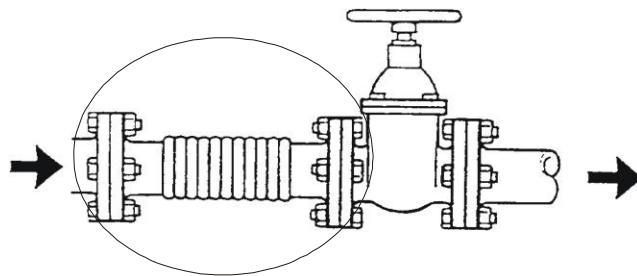

Рисунок 11 – Подключение к магистральному трубопроводу
2.3.4 Для того, чтобы исключить передачу вибрации в распределительную магистраль сжатого воздуха, установку необходимо присоединить к ней через компенсатор с запорным краном (рисунок 11). **Включение установки с закрытым краном категорически запрещается!**